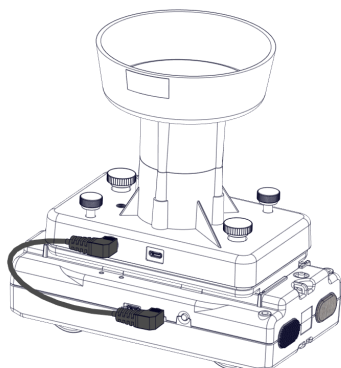

Рис. 2. Smart-баллистическая корзина PASCO, подключённая к Smart-тележке.
2. Подключите Smart-баллистическую корзину PASCO к Smart-тележке с использованием соединительного кабеля Smart-тележки (рис. 2).